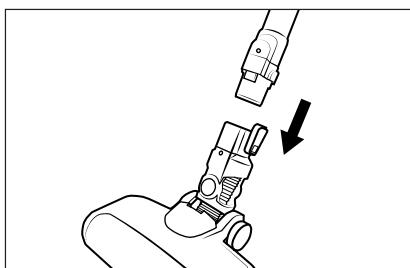

Fig. 2
- 2) Sæt sugerøret ③ ind i gulvbørsten ①, indtil det klikker hørbart på plads (se fig. 2).